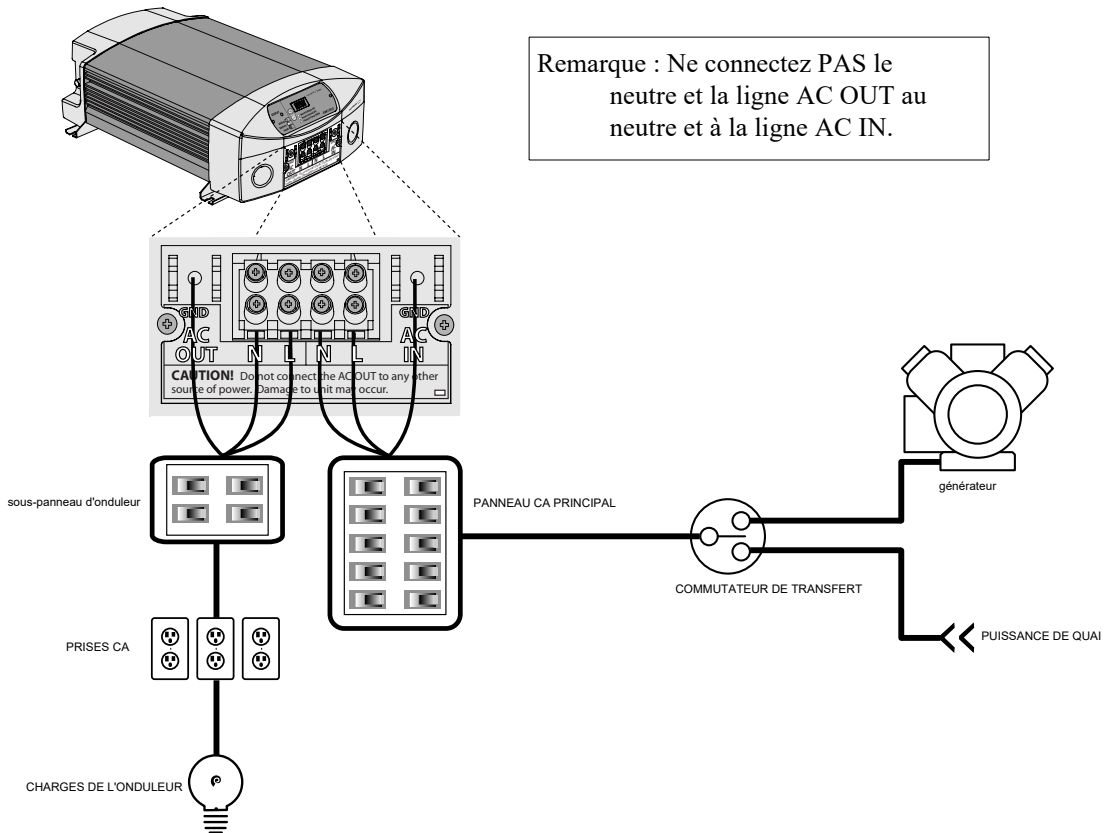
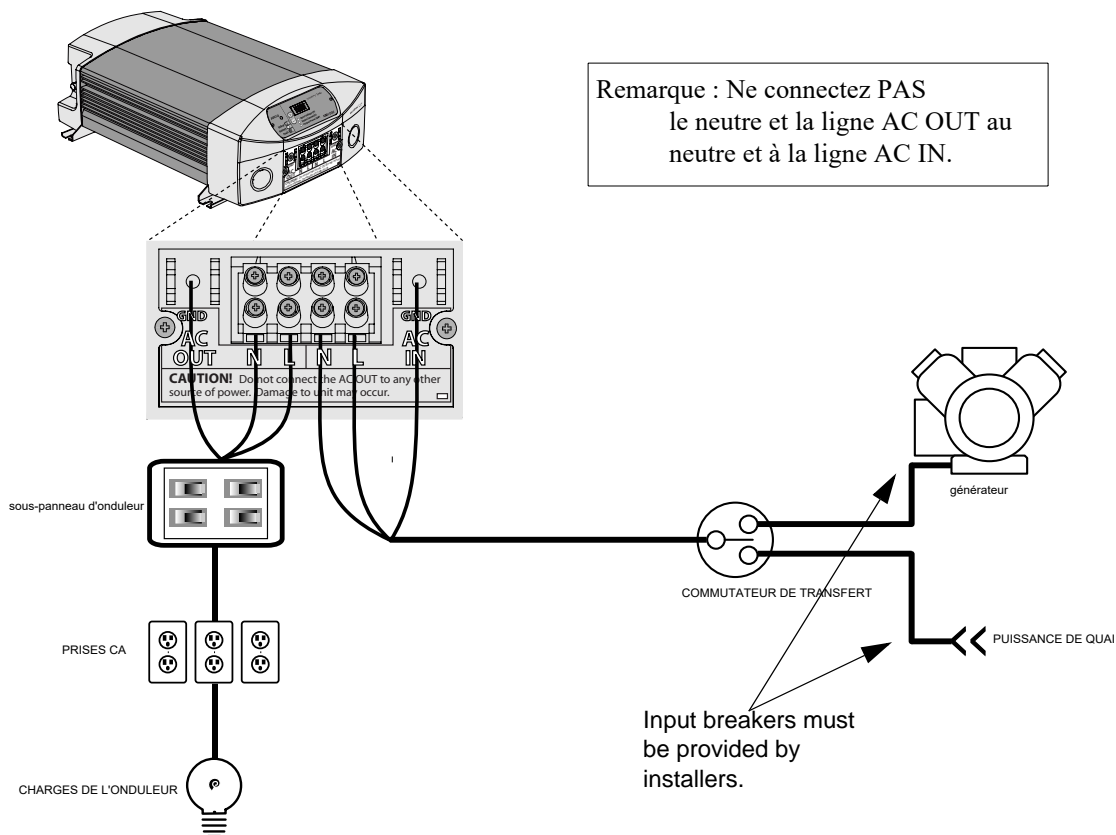

Figure 3-6 Schéma de câblage CA avec un sous-panneau d'onduleur
Figure 3-7 Schéma de câblage CA sans sous-panneau d'onduleur
1. Installez le disjoncteur requis dans le panneau de sortie CA alimentant l'unité (voir Figure 3-6 à la page 3–20).
1. Installez le disjoncteur requis dans le panneau de charge CA (voir Figure 3-6 à la page 3–20 et Figure 3-7 à la page 3–21).